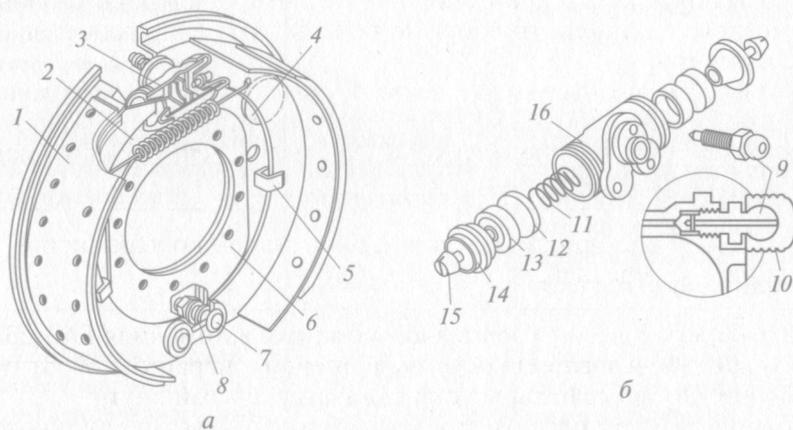

Рис. 5.1. Колесный тормозной механизм (а) и колесный тормозной цилиндр (б) автомобиля ГАЗ-53А:
**Иллюстративный материал** — учебные плакаты, рис. 5.1—5.14.
1. Изучить *тормозную систему автомобиля ГАЗ-53А* (или ГАЗ-53-12) (см. рис. 5.1—5.6), включающую в себя колесный тормозной механизм, стояночный тормоз, главный тормозной цилиндр и гидровакуумный усилитель.